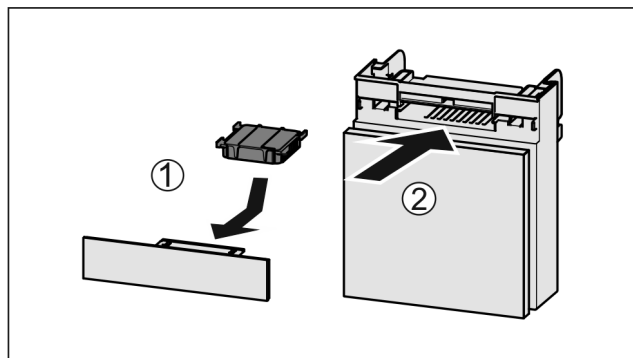

Fig. 243
- Filtr s aktivním uhlím vložte podle vyobrazení Fig. 243 (1).
- Zásuvku zasuňte Fig. 243 (2).